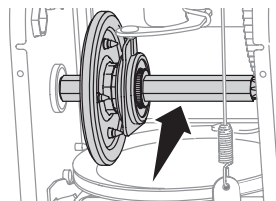

Figure 83
4. Enduisez l'arbre hexagonal d'une mince couche de lubrifiant Bostik Regular Grade Never-Seez®. Voir Figure 83.